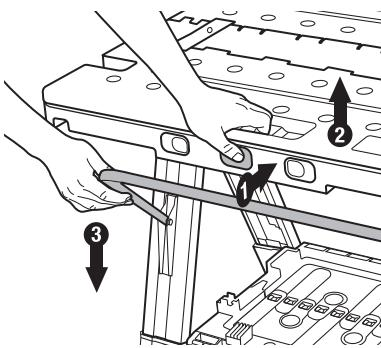

Figure 14
- Déposer la barre de support comme indiqué (Figure 14). Pousser le bouton central sur le dessus de table, soulever le dessus de table et tirer la barre de support vers le bas.